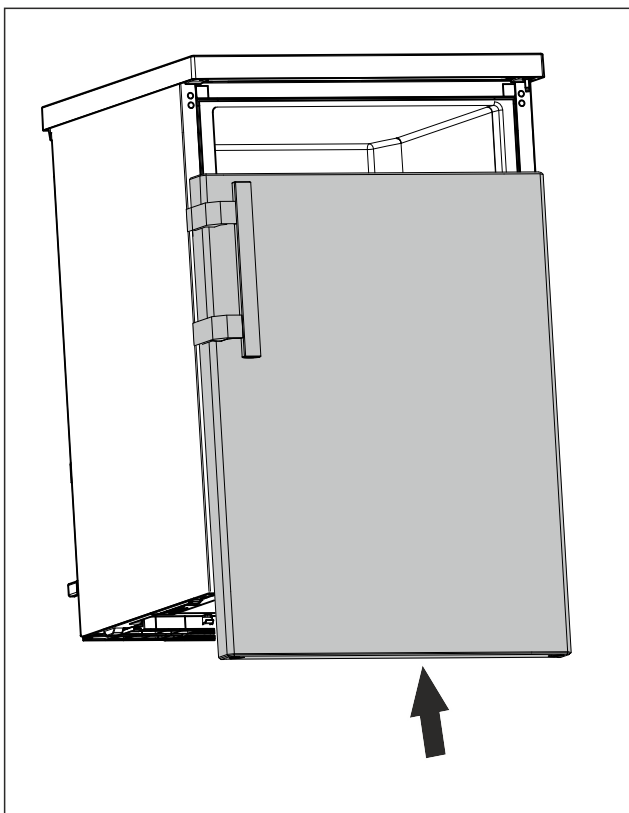

Fig. 24
- ▶ Nasuňte dvere v zatvorenom stave na horný čap. (pozri Fig. 24)